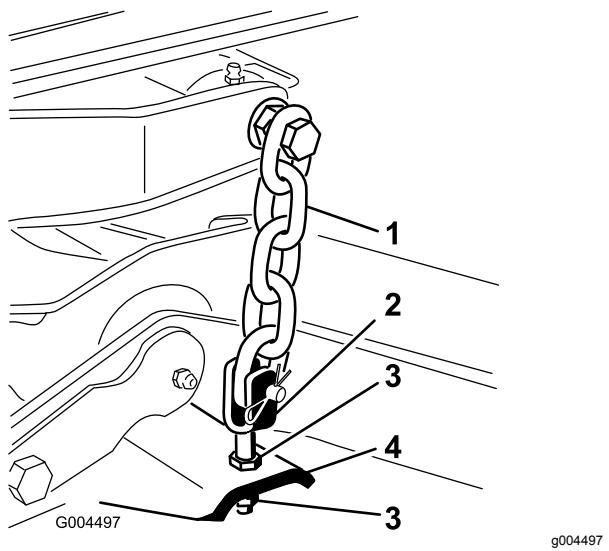

Figure 99
7. Ajustez les écrous de blocage qui fixent les chapes/chaînes au tablier de coupe pour éléver l'arrière du tablier de coupe de sorte à obtenir une inclinaison de la lame de 8 mm (5/16 po) (Figure 99).